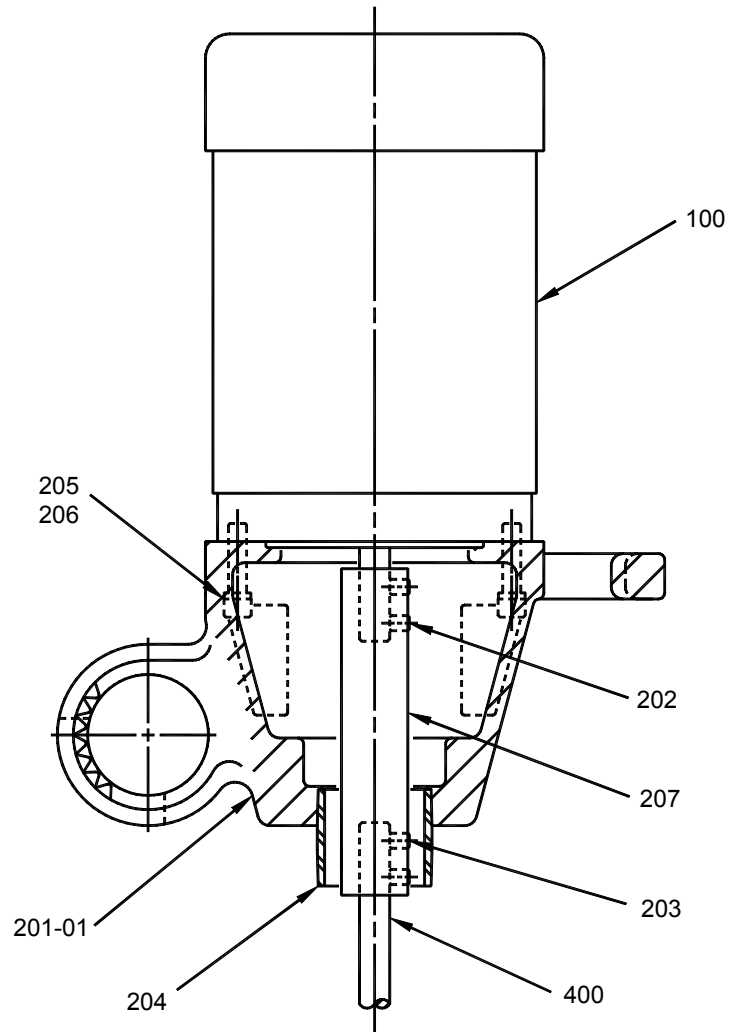

Figura 1: Modelo 10XPB
2. Instale el niple de la tubería [204] en la abertura NPT de 2" del tambor. Consulte la Figura 1, en la página 4.